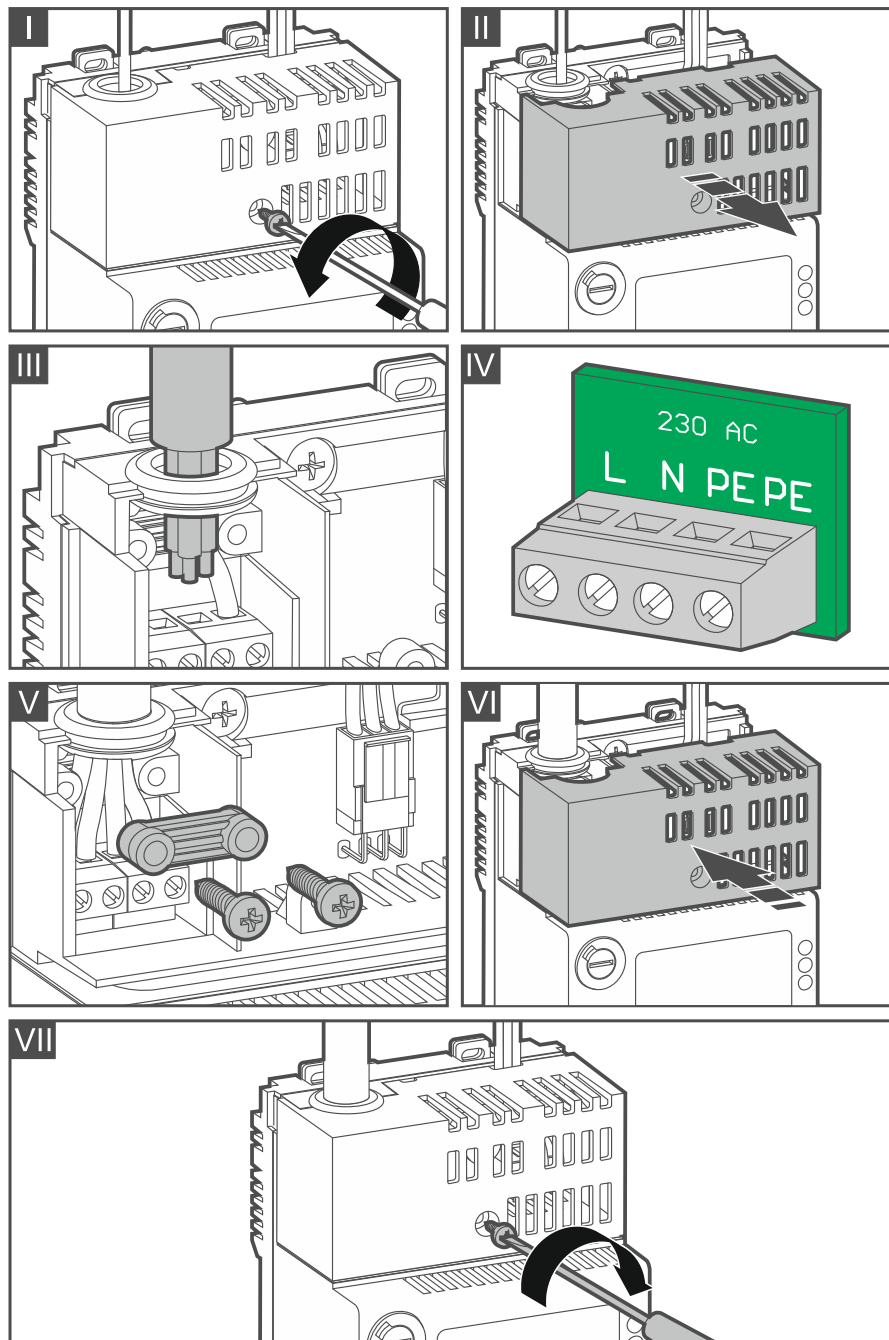

Fig. 18. Montering av strømforsyningen.
1. Fjern skruen som fester dekselet på strømforsyningsklemmene (fig. 18-I).
2. Fjern dekselet på strømforsyningsklemmene (fig. 18-II).
3. Før kablet gjennom kabelinnføringen (fig. 18-III).
5. Skru fast strekkavlasteren (fig. 18-V).
6. Sett på dekselet på strømforsyningsklemmer (fig. 18-VI).
7. Fest dekselet på strømforsyningsklemmer med en skrue (fig. 18-VII).